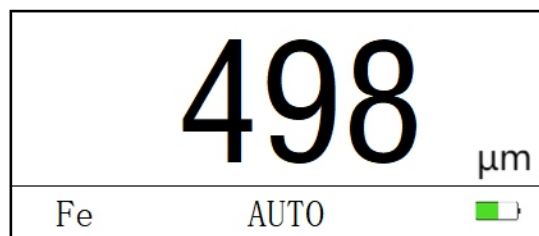

Abbildung 9: Aufnahme-M. - Auto
- **Automatikmodus:** In diesem Modus durchläuft jede Messung automatisch die Aufzeichnungswerte 1~2000 und das Substratmaterial. Wie in Abbildung 9 dargestellt, zeigt das Display während der automatischen Messung 'AUTO' an.